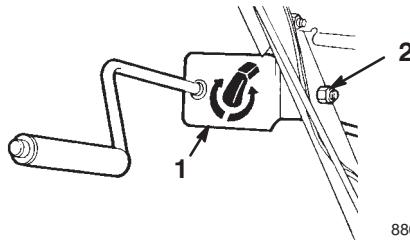

Bild 14
1. Montieren Sie den Schaltbügel für den Auswurfkanal und die Stange mit der Schraube und der Sicherungsmutter an der linken Seite des Griffelements an (Bild 14).
5. Ziehen Sie die Sicherungsmutter am Schaltbügel des Auswurfkanals an (Bild 14).